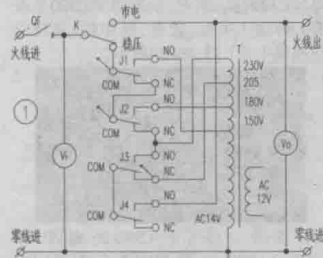

图1中,变压器T有一个12V绕组,该绕组输出的电压经图2中的D10-D14桥式整流,通过C10滤波后不仅为J1-J4供电,而且利用R28限流,DW稳压,C11滤波
730、739系列是LM24机芯的LED背光产品,跟前期LM24机芯的主板不同之处在于DDR处理部分,由原来的W9425G6EH-4升级为NTSTW32M16CG-25C,使其时钟和数据处理能力上升,不过采用BGA封装形式(见图1),给维修带来一定难度。
1.电路主要组成元件有:主摄像头、主照相接口J3,供电管U13、电源IC U7、闪光灯IC U17,主CPU U1(A6)等,其电路方框结构如图1所示。
打开浏览器,访问网页http://smallpdf.com/,初次使用时建议点击右下角的“English”链接,从弹出菜单中选择“简体中文”,这样可以将网页界面切换为中文,操作起来比较方便。选择“PDF转JPG”,按照提示载入需要提取图片的PDF文档,如图1所示,选择“提取单一图片”,云端服务器会上传PDF文档并完成图片的提取工作。如图2所示,我们可以看到已提取的图片,可以选择性下载,也可以打包全部下载。
电路分析:根据实物绘制出一次电路和二次电路的参考图如图1和图2所示。图1中稳压器有一个“市电”、“稳压”选择开关K,开关掷向“市电”侧时,稳压器的市电输入端与输出端是直接连通的,此时稳压电路不工作。开关掷向“稳压”侧时,稳压电路开始工作。结合图1可定性分析其稳压原理:根据输入市电电压的高低,继电器J1、J2的触点用来选择输入电压在变压器T绕组抽头上的接入点,继电器J3的触点则选择稳压器输出电压的引出点。J4是开机延时继电器。表1是在不同输入电压时继电器动作的组合情况。对照图1和表1可知,稳压器在任何输入电压时都应输出最接近220V的交流电压。
具有优异的线性调整率。芯片工作在不感电流临界模式，芯片的输出电流不随电感量和LED工作电压的变化而变化，实现优异的负载调整率，工作电流只有20mA，它有多重保护功能，包括LED短路保护、电流采样电阻短路保护和芯片过温保护。输入AC176V~220V的交流电压或者12V~600V的直流电压，输出LED直流电压38V~76V，输出LED电流240mA。用VC97数字万用表实测非隔离恒流源集成电路芯片BP2822的参数：AC220V的交流空载电流1.2mA，负载电流43mA，输出负载LED直流电压230.8mA，输出负载LED直流电压48V，输出空载直流电压320V，电容C1直流电压负载309V，空载直流电压327V。芯片采用DIP-8脚封装，引脚排列见图1，表1是芯片的引脚功能说明和实测的电压值。
工作原理：电路如图1所示，220V的交流电经电阻R1、晶体二极管D1~D4组成桥式整流电路，电容C1滤波得到309V的直流电压提供给电阻R2~R6。电容C3对非隔离恒流源集成电路芯片BP2822的VCC端③脚充电，当VCC电压达到芯